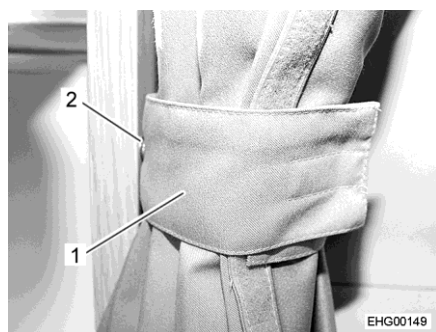

Fig. 9 Cortina oscurecedora, retenida
- Retener ambas mitades de la cortina oscurecedora con el lazo (Fig. 9,1) y el botón de presión (Fig. 9,2).